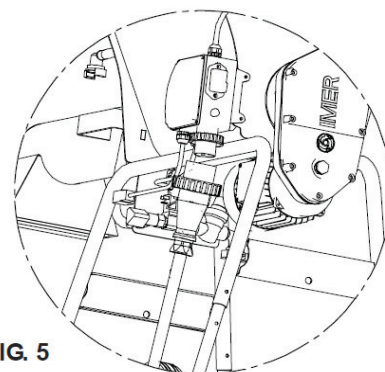

FIG. 5
10.1 CONEXIONADO ELÉCTRICO (fig. 5)
Conecte el cable de alimentación a la clavija del mezclador situada en el cuadro eléctrico (fig. 5).